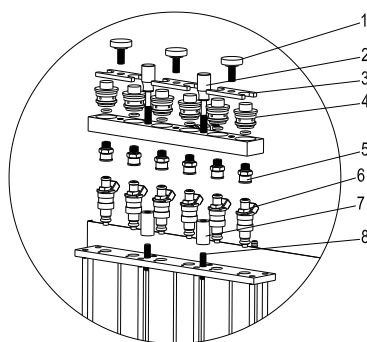

Fig. 05 Voor brandstofinjector bovenaan
- Kies de stop van de brandstofverdeler (4) uit de koppelingsdoos en monteer er een goede O-ring op. Vergeet niet een beetje smeervet op de O-ring aan te brengen. Monteer de stop van de brandstofverdeler (4) op de bovenste brandstofverdeler .
- Monteer de sikkelvormige plaat (3) en draai deze vast met een plaatbout (1).
- Kies een geschikte adapter (5) overeenkomstig het type injector en monteer deze op de overeen
- Installeer de bovenste brandstofverdeler en de injector op de houder van de brandstofverdeler met de juiste stelschroef en gekartelde moeren, en draai twee riffelschroeven (zwart) vast. Zie Fig. 05.